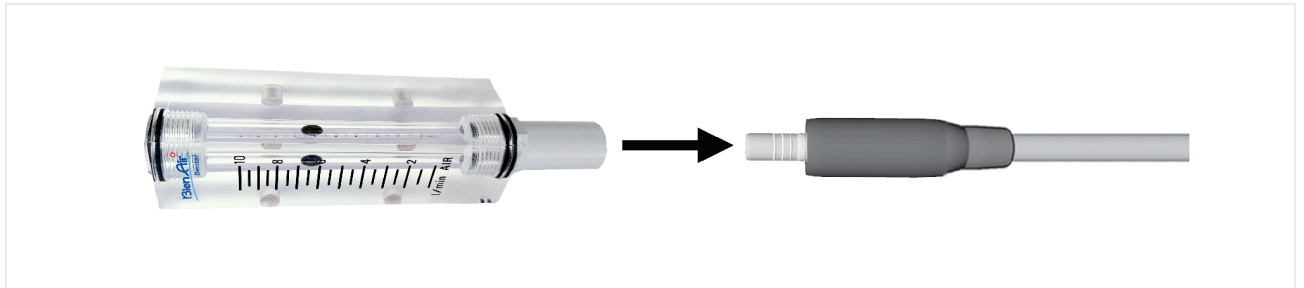

FIG. 5
5. Placer le débitmètre sur l'embout nasal, puis activer l'air de refroidissement et mesurer le débit d'air. La valeur est mesurée au milieu de la boule du débitmètre conformément à la norme JIS B7551 (FIG. 5).